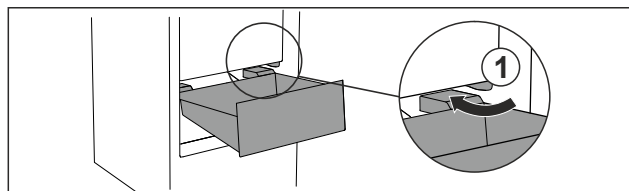

Fig. 85
- ▶ Zásuvku ved'te šikmo podél zarážek Fig. 85 (1).